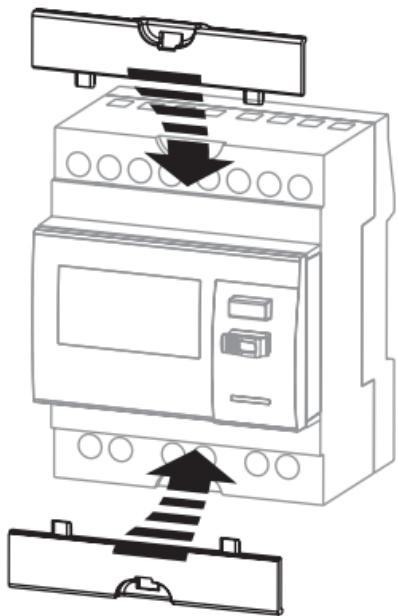

Fig.1
The E44 only complies with the MID directive for connection to systems: 4NBL (fig.1 p.29) and 1Ln (fig.5 p.32)
- > Fitting of terminal covers (fig.1 below)
Der Zähler E44 entspricht der MID-Richtlinie nur bei Anschluss auf folgende Netze: 4NBL (Abb.1 S.29) und 1Ln (Abb.5 S.32)
> Montage der Klemmenabdeckung (nebenstehende Abb. 1)